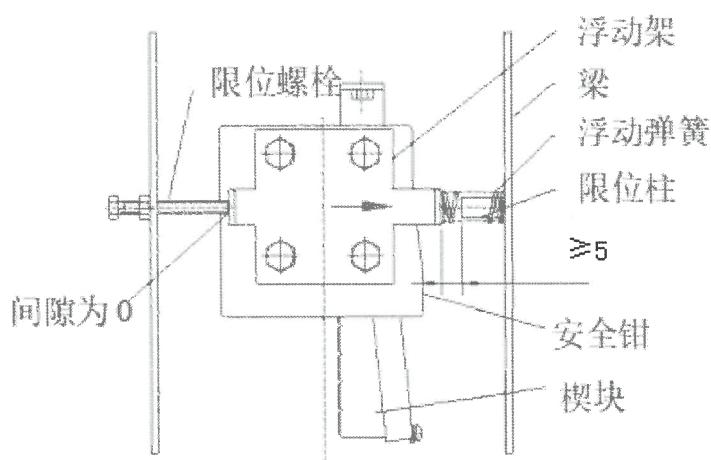

图 7
2.3.4. 浮动架与限位柱的距离为 ≥ 5 (图 7)。
2.3.5. 安装后，推动安全钳压缩浮动弹簧，安全钳能移动，撤除外力后，安全钳能回到初始位置(图 7)。